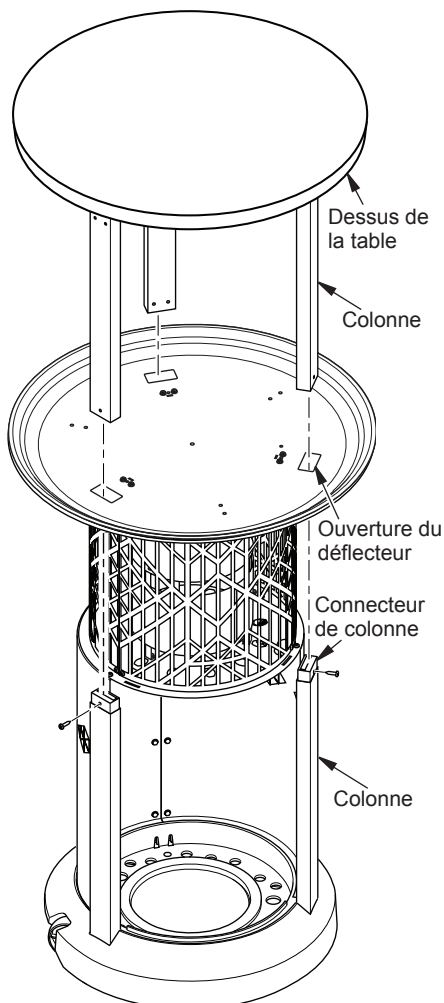

Figure 9 - Assemblage du dessus de la table Figure 10 - Installation du dessus de la table
16. Placez la table dessus dessous sur une couverture ou un carton pour prévenir les égratignures. En vous assurant que les trous des pieds sont orientés comme illustré à la figure 9, installez les 3 colonnes de tables restantes comme illustré. Fixez les colonnes au dessus de la table avec 2 vis (D) et 2 écrous (E) chacune.